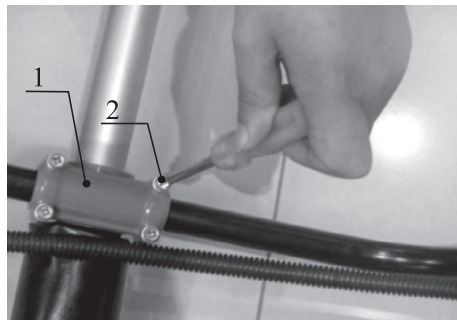

Рис.3
- 2). Наложите сверху дополнительный кронштейн (поз.1, рис. 3) и слегка закрепите соединение винтами крепления (поз.2, рис. 3).